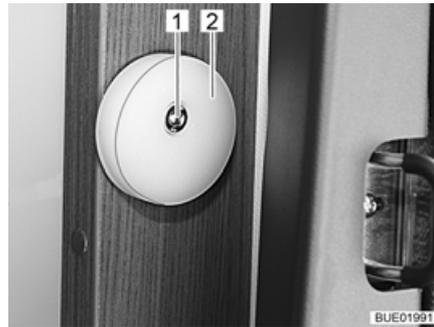

Fig. 119 Guía de la cama elevada
- Soltar el tornillo (Fig. 119,1).
- Ajustar la arandela de guía (Fig. 119,2).
- Apretar el tornillo (Fig. 119,1).